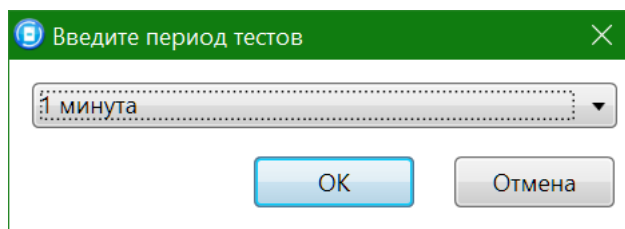

Рис. 5.34. Выбор периода тестов радиоустройства
3. В следующем окне укажите период опроса радиоустройства (Рис. 5.34). Для охранных радиоизвещателей, устанавливаемых в проходной зоне (магнитоконтактный извещатель Ладога-МК-РК на входной двери, извещатель Фотон-12-РК в прихожей и т. д.) рекомендуется задавать небольшой период опроса (например, 15 секунд) для оптимизации использования алгоритмов задержки на постановку и снятие. Для остальных радиоизвещателей рекомендуется задавать больший период опроса (например, 1 минуту) во избежание быстрой разрядки их источников питания и перегрузки радиоканала.